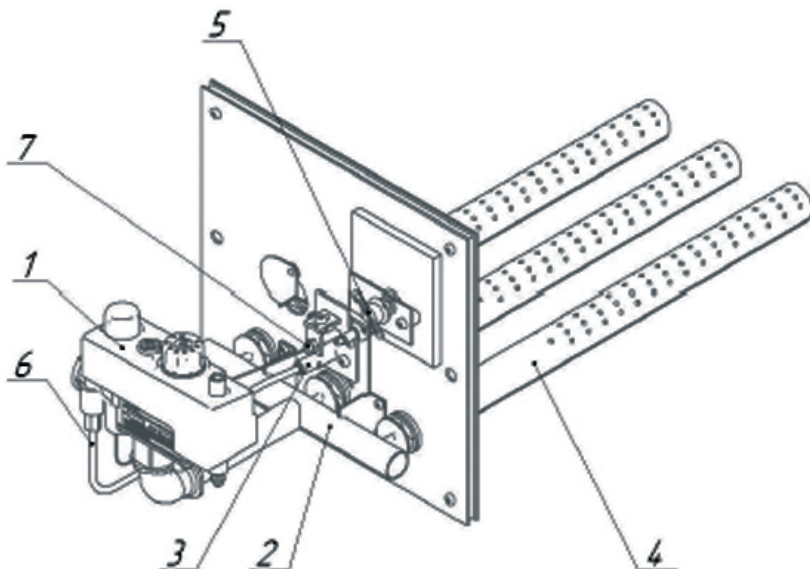

Рисунок 3 - Состав устройства газогорелочного УГ-СБК-АБ
6.3 Срабатывание газового блока в аварийном режиме (рис.3):